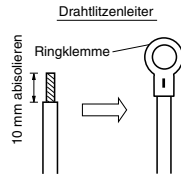
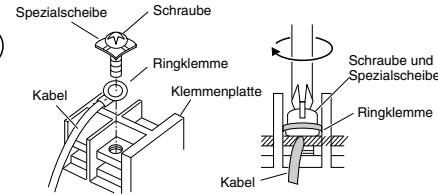

Abb. 4-5
Abb. 4-6
- (1) Das Ende des Kabels mit einem Seitenschneider beschneiden, dann die Isolierung abziehen, um ungefähr 10 mm der Litze freizulegen; danach die Enden der Litze verdrehen. (Abb. 4-5)
- (2) Unter Verwendung eines Kreuzschlitz-Schraubendrehers die Klemmschraube(n) von der Klemmenplatte herausdrehen.
- (3) Mit Hilfe eines Ringklemmen-Werkzeugs oder einer Klemmenzange die Ringklemme fest an jedem freigelegten Kabelende anbringen.
- (4) Die Ringklemme aufschieben, dann die vorher abgenommene Klemmschraube mit dem Schraubendreher wieder festziehen. (Abb. 4-6)